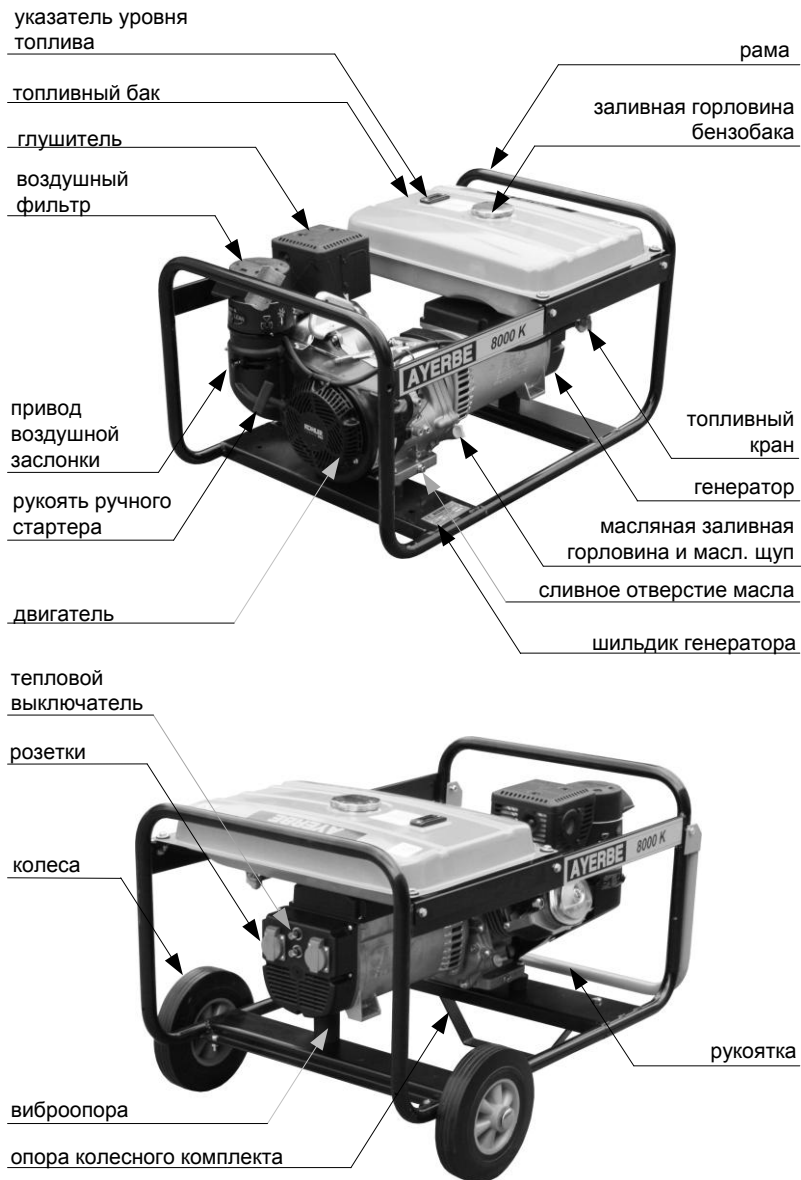

Рис. 1
Масло в двигатель заливается через заливную горловину (Рис.1), сливается через отверстие для слива масла. Уровень масла проверяется масляным щупом.
Подача воздуха в двигатель происходит через воздушный фильтр (Рис.1).
- Металлический шильдик (Рис. 1) с указанием наименования производителя, модели генератора и серийного номера;